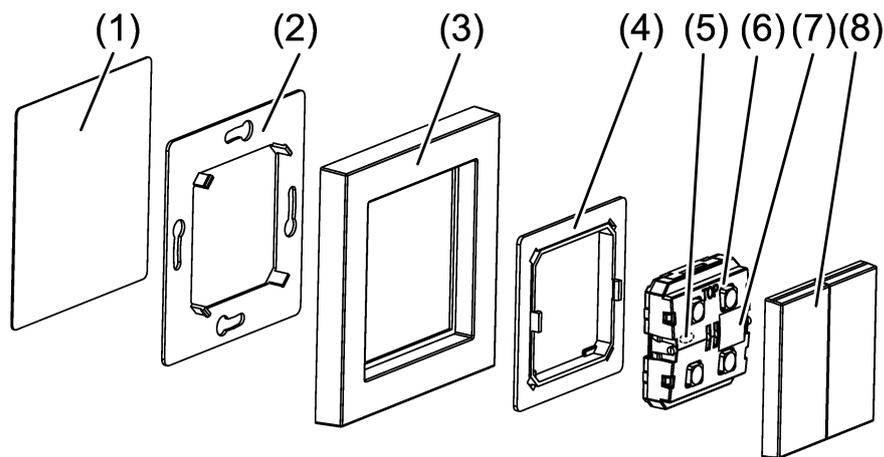

Bild 1: Aufbau abhängig von verwendetem Design (Beispielabbildung)
- Bei montiertem Gerät die Wippe (8) vorsichtig vom Modul (6) entfernen. Genaues Vorgehen ist designabhängig (siehe Bild 1).
- Modul (6) von Bodenplatte (2) demontieren. Genaues Vorgehen ist designabhängig (siehe Bild 1).
- Montagering (4) vom Modul (6) demontieren. Genaues Vorgehen ist designabhängig (siehe Bild 1).